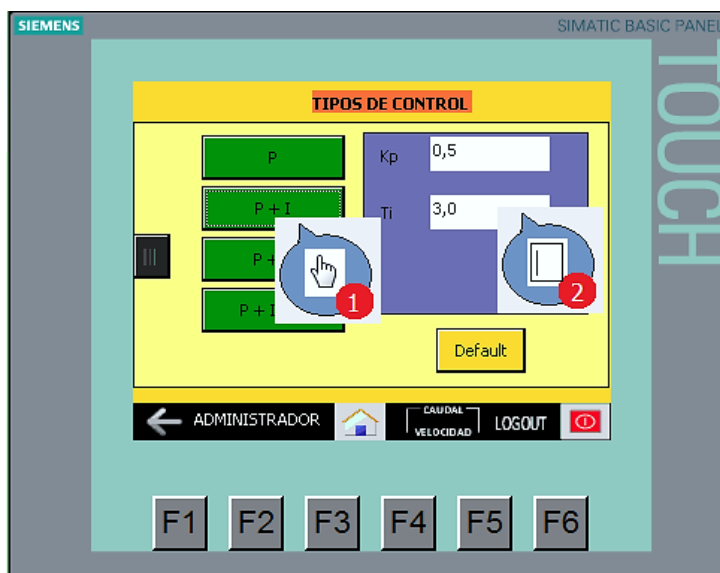

Figura 3.25: Configuración del control proporcional integral.
Para configurar este tipo de control se debe ingresar oprimiendo el botón de control proporcional integral (PI), entonces se mostrarán activas las constantes de ganancia proporcional  $K_p$  y tiempo integral  $T_i$  como parámetros configurables (figura 3.25).